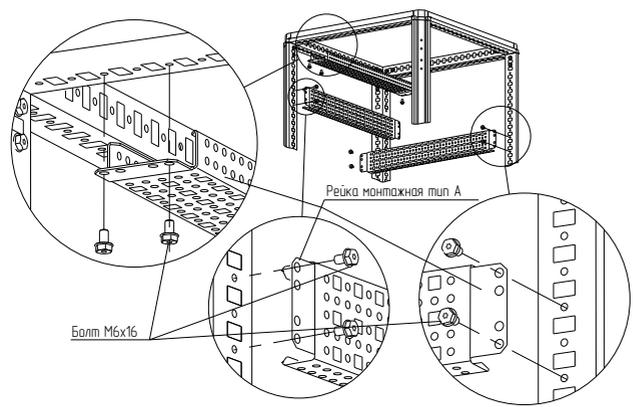

Рисунок 12
4.5.1.2 Приложить рейку монтажную тип А к стойкам каркаса на нужной высоте или к профилям крыши и закрепить болтами М6×16 (рисунок 12). Момент затяжки – 7 Н·м. Болты приобрести отдельно.